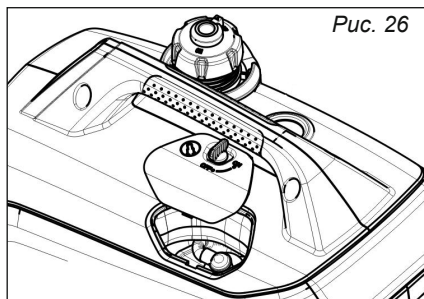

Рис. 26
1. Откройте крышку свечного отсека, *рис. 26*.